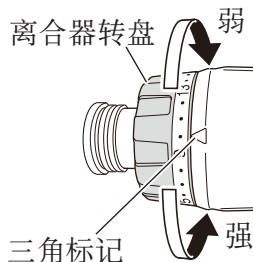

图13
6. 确认离合器转盘的位置（图13）
(2) 旋紧转矩的指示（图13）
(3) 调节旋紧转矩（图13）